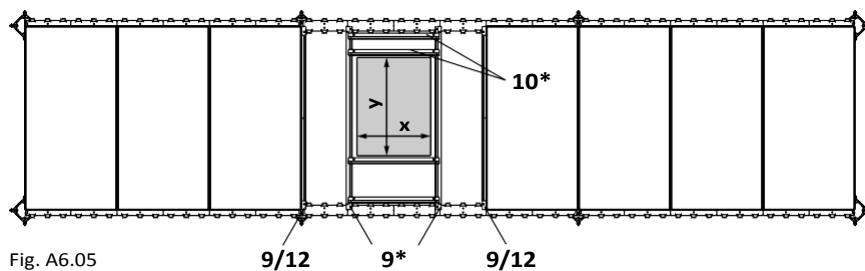

Fig. A6.05
Монтирайте челната гредка SRT 150 (9) вертикално на ръба на панела. Поставете гредата SRT 150 (9*) в окачено положение на колоната. По същия начин поставете гредата SRT 75 (10*) в челната гредка (9*) в окачено положение. (Fig. A6.05 + A6.06)